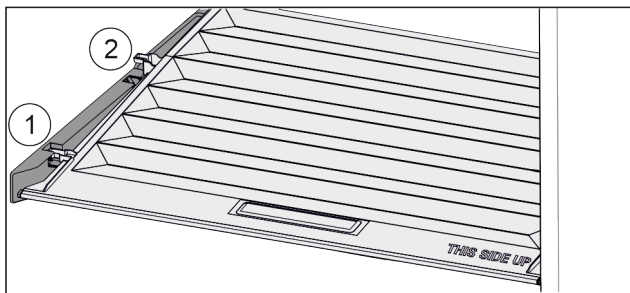

Fig. 58
- ▶ Vedä kantta kiinnikkeissä olevaan aukkoon saakka eteenpäin Fig. 58 (1).
- ▶ Nosta sitä takaosasta ja ota se pois yläkautta Fig. 58 (2).